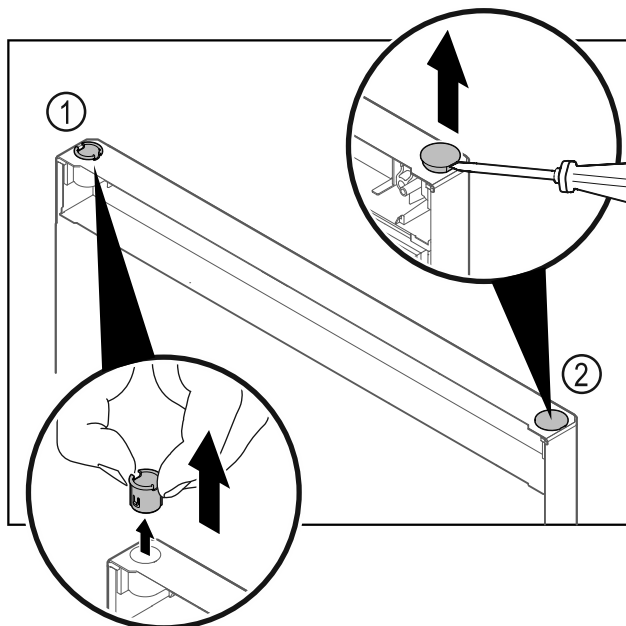

Fig. 15
- Trekk ut hengselbøssingen Fig. 15 (1) med fingrene.
- Løft dekkstøpselet Fig. 15 (2) forsiktig opp med en skrutrekker, og trekk det av.